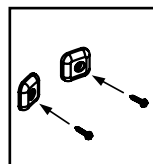

FIGURE 11
14. Prenez deux supports de poignée et deux vis de 1 po (2,5 cm). Placez les vis dans les orifices prévus à cette fin au centre de chaque support. **FIGURE 11.**